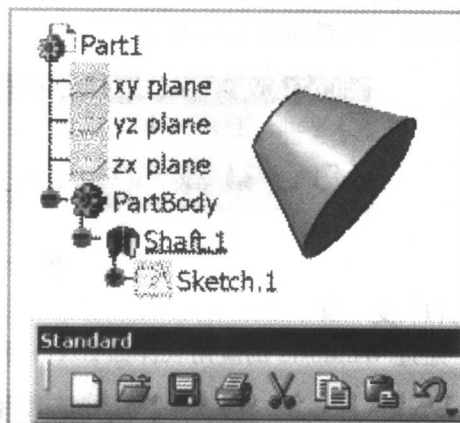

图 1-9 剪切拉伸特征
② 单击“剪切”按钮, 可将圆柱体拉伸特征剪切掉, 如图 1-9 所示。